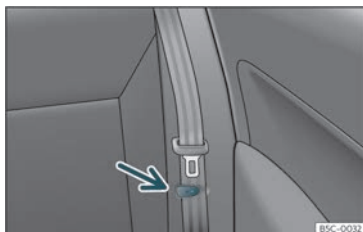

Fig. 101 Asento traseiro: pinza para suxeitar o cinto de seguridade.
- Coloque os cintos de seguridade laterais na pinza do revestimento»» fig. 101.